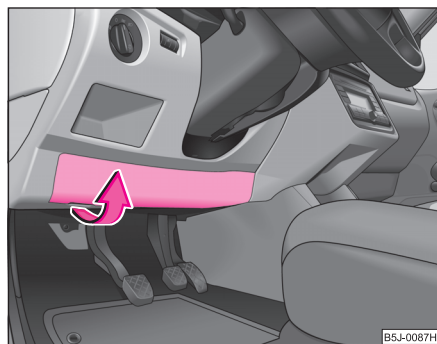

Abb. 166 Untere Seite der Schalttafel: Sicherungsdeckel
- Schwenken Sie vorsichtig den Deckel in Pfeilrichtung und nehmen Sie diesen heraus ⇒ Abb. 166.